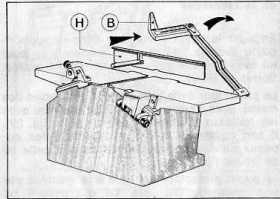
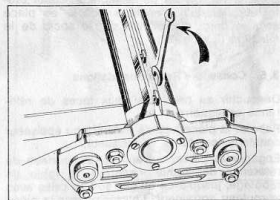
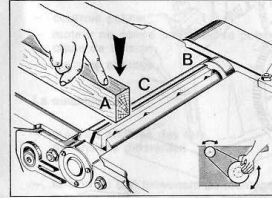

Figure 25
Figure 26
Figure 29
Débrancher le moteur et monter le courroie. Basculer le protecteur B vers l'arrière. Retirer le guide parallèle (H) fig. 25. Descendre la table d'entrée au maximum. Positionner l'arbre en actionnant la poulie-moteur à la main (fig. 29). Desserrer d'un quart de tour environ les vis des serre-lames (c'est-à-dire dans le sens normal du vissage) avec une clé à fourche 10 mm (fig. 26).
Vérifier le réglage de chaque lame à gauche (A), à droite (B), et au milieu de la table avec l'une des planchettes (fig. 29).
Plaquez cette planchette sur la table de sortie et faire tourner l'arbre en actionnant la poulie-moteur à la main (médaillon fig. 29). Si le réglage est correct, le tranchant de chaque lame vient effleurer le bois sans le mordre.